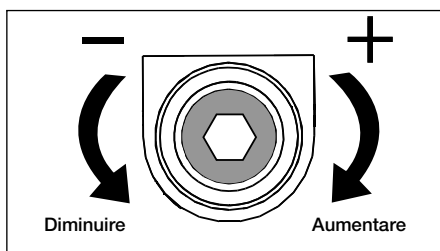

Figura 14, Vite di regolazione della Valvola di scarico
4. Usando una chiave Brugola (Allen) da 7/32", allentare la vite di regolazione della valvola di scarico di circa 2 giri. Vedere la Figura 14.